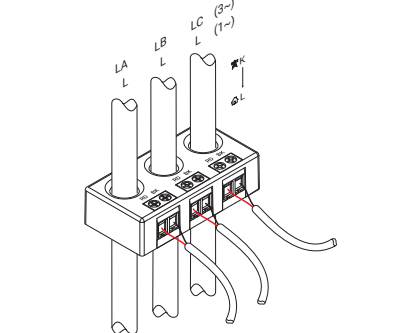

Fig. 3 Vista geral da instalação do Shelly 3CT63
- Ligar as extremidades descamadas dos 3 fios de sinal aos terminais Shelly 3CT63 correspondentes, seguindo a marcação de cor RD-BK (vermelho-preto), como se mostra na Fig. 3.
- Passo os cabos de fase LA, LB e LC, que transportam as correntes que pretende medir, através das aberturas dos condutores do Shelly 3CT63. Para uma configuração monofásica, passe os fios condutores de corrente (L) através das aberturas dos condutores (Fig. 3).